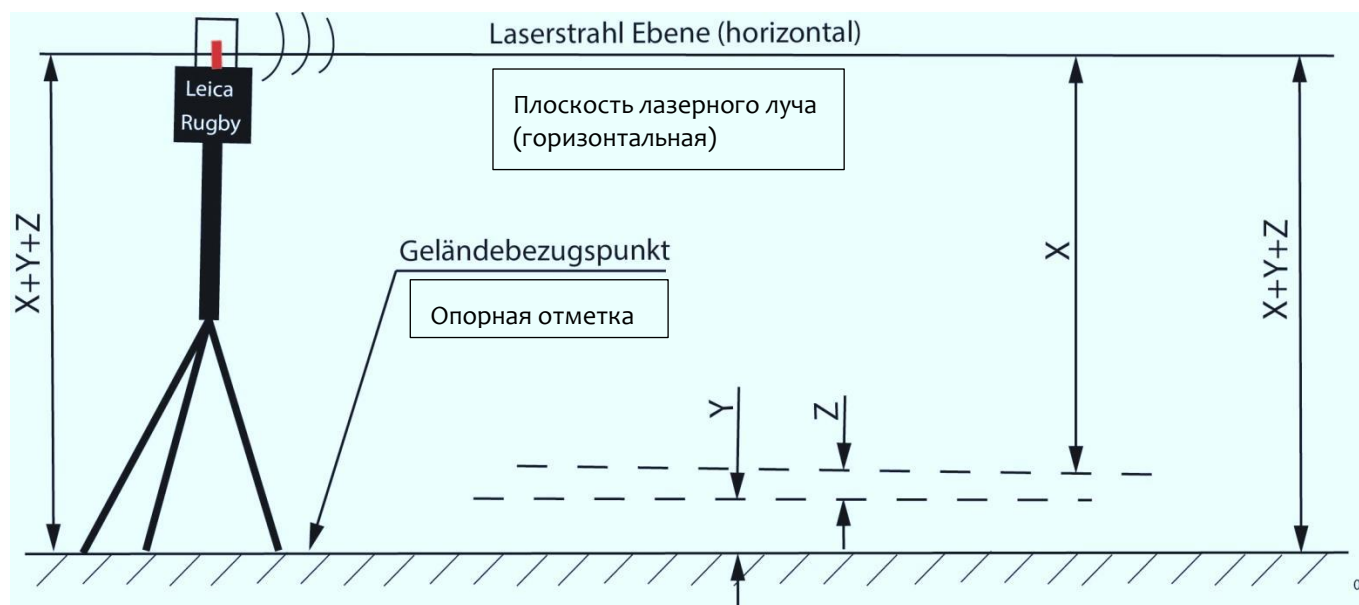

Рисунок 16
- Чтобы создать горизонтальную выровненную поверхность с помощью лазерных приборов, установить плоскость лазерного луча в горизонтальное положение (см. рисунок 16).